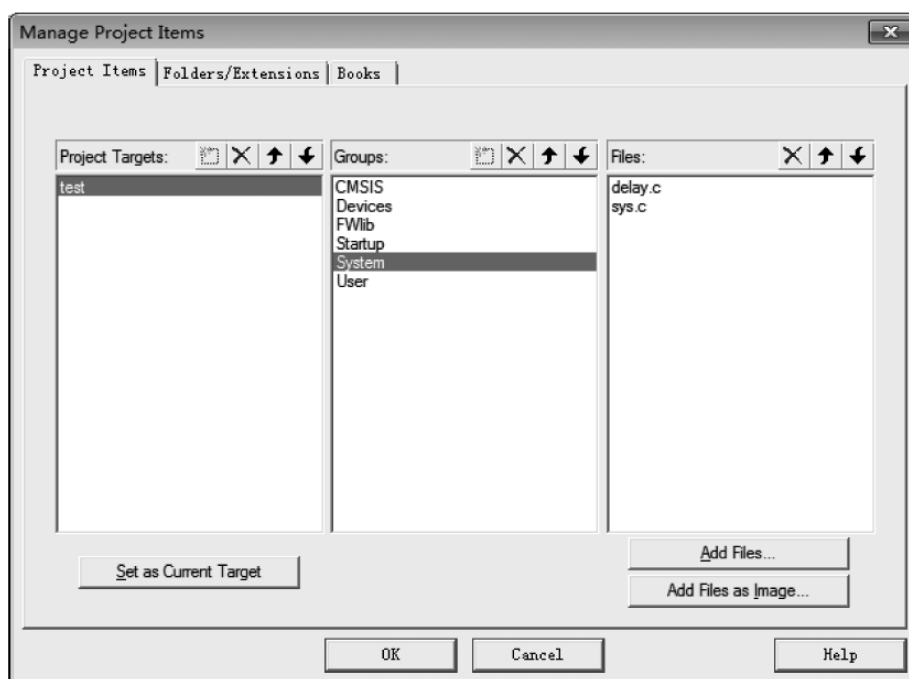

图 5.17 向 System 中添加内容
(5) System 组：STM32F103 系列的底层核心驱动函数中，delay.c 实现了基于 STM32 内部 SysTick 定时器的精确延时，分别实现了 SysTick 定时器的初始化，以及毫秒(ms)、微秒(μ s)级别的精确延时；sys.c 实现了系统中常用的功能函数。添加完毕如图 5.17 所示。